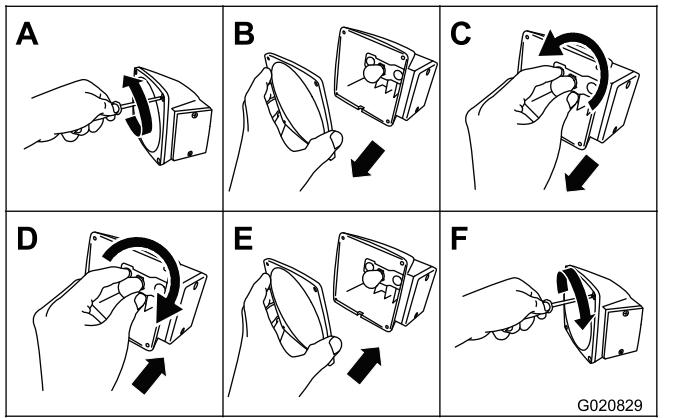

Figure 53
1. À l'aide d'un tournevis, retirez les 4 vis du grand verre carré sur le feu (Figure 53).
2. Déposez le verre (Figure 53).
3. Poussez sur l'ampoule et tournez-la dans le sens antihoraire pour la retirer de la douille (Figure 53).
4. Poussez une ampoule neuve 1157 dans la douille et tournez-la dans le sens horaire pour la bloquer en place (Figure 53).
5. Reposez le verre et les 4 vis (Figure 53).